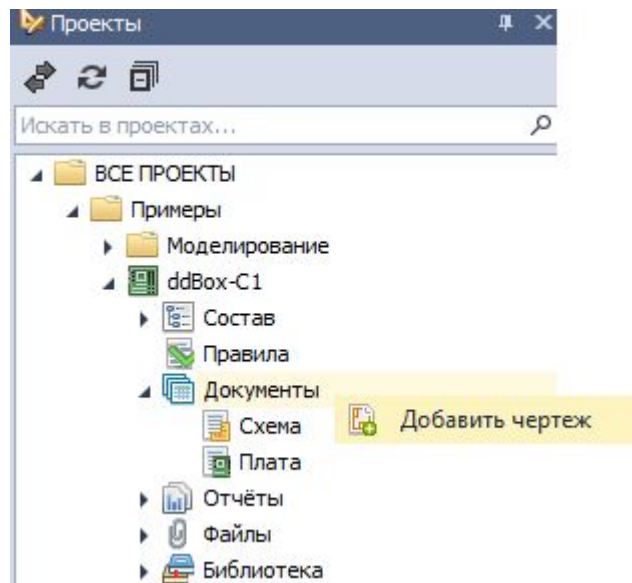

Рис. 43 Создание документа «Чертеж» в дереве проекта
2. Вызвать контекстное меню и выбрать пункт «Добавить чертеж», см. Рис. 43.